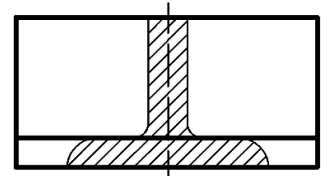
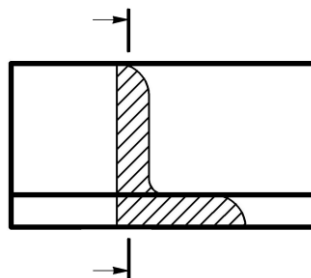

Рис.2
Рис.7
- **наложенные** (совмещаются с соответствующим видом предмета) (рис. 2)
Контур **наложенного сечения** - сплошными **тонкими** линиями, причём контур изображения в месте расположения наложенного сечения не прерывают (рис.2).
Ось симметрии наложенного сечения при симметричной фигуре сечения указывают штрихпунктирной тонкой линией без обозначения буквами и стрелками и линию сечения не проводят (рис.2), иначе проводят разомкнутую линию с указанием стрелками направления взгляда (рис.7).